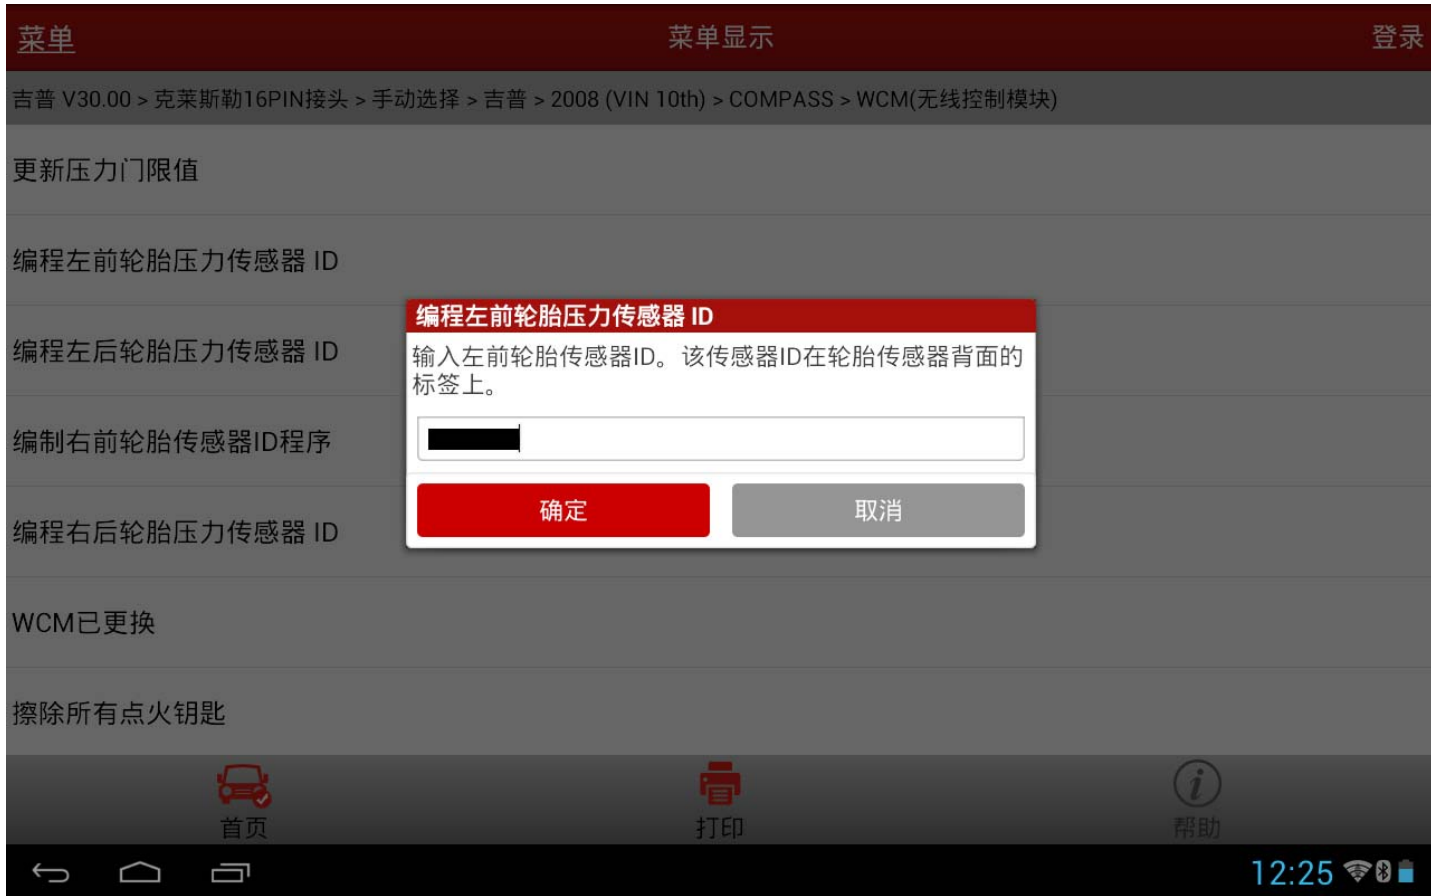

图 3
9). 按照文本提示进行操作, 输入(左前轮)胎压传感器 8 位 ID, 然后点击确定进行编程, 如图 3;